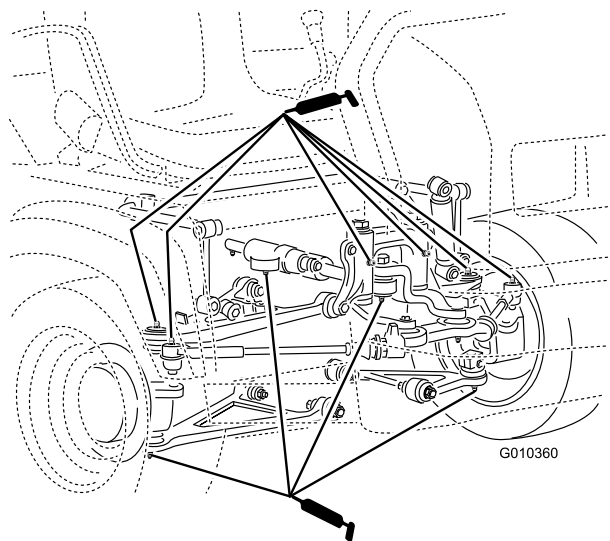

図 36
- ・ ボールジョイント (4)、タイロッド (2)、ピボットマウント (2)、ステアリングシリンダ (2) (図 36)